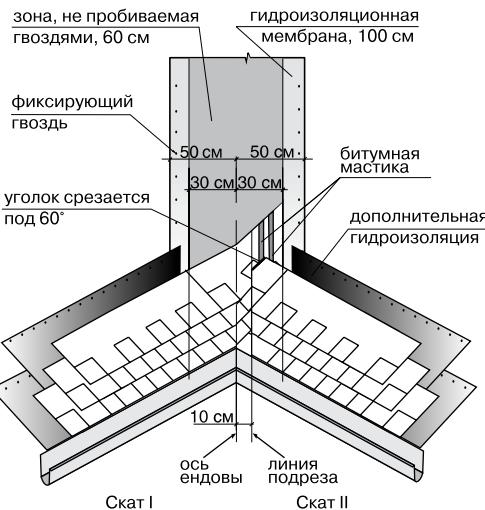

Рис. 3
### Ендова (рис. 3)
- лист, подходящий к ендove со ската II, должен доходить до линии подрезки и обрезаться по ней. Верхний уголок обрезанного края листа подрезается под углом 60° (5×3 см – рис. 3);